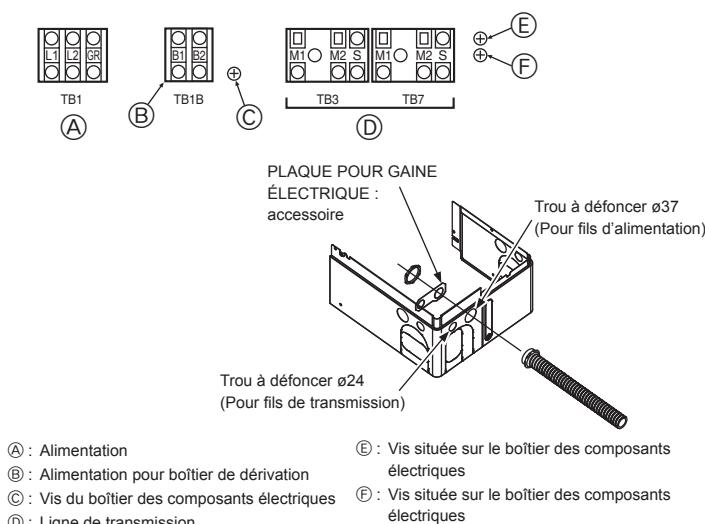

Fig. 7-1
7.2. Boîtier de commande et emplacement pour le raccordement des câbles (Fig. 7-1)
- En cas d'utilisation de câblage blindé, raccorder le câble blindé de terre de la ligne de transmission du boîtier de dérivation à la vis (E ou F) et raccorder le câble blindé de terre de la ligne entre les appareils extérieurs et la ligne de transmission du système de commande centralisée à la borne blindée (S) du bloc de sortie de la commande centralisée (TB7). De plus, si le connecteur d'alimentation CN41 des appareils extérieurs a été remplacé par le connecteur CN40, la borne de blindage (S) du bloc de sorties (TB7) du système de commande central devrait également être raccordée à la vis (E ou F) à l'aide du câble existant.